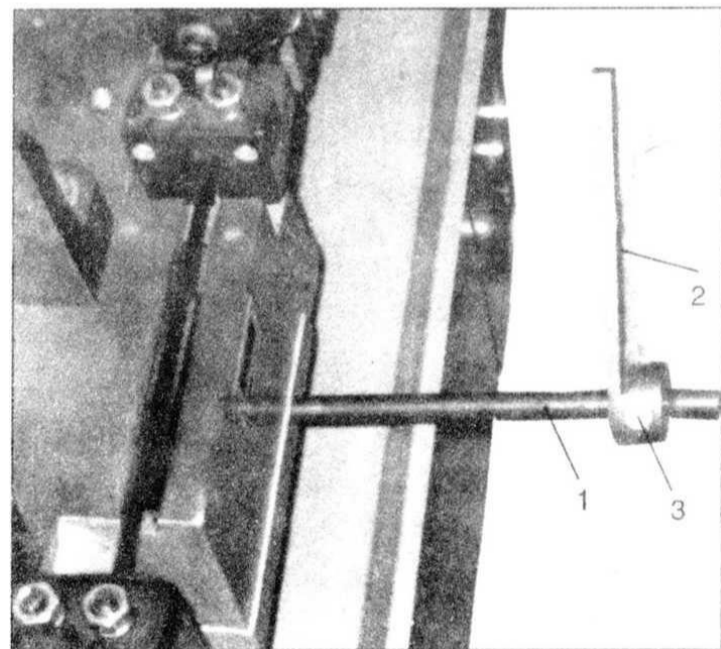

рис. 2
4. Вставьте упор материала (1, рис. 2) в основание, затем выкрутите гайку и шайбу, чтобы затянуть упор (1). Вставьте упор материала (2) в шину и затяните болт (3).